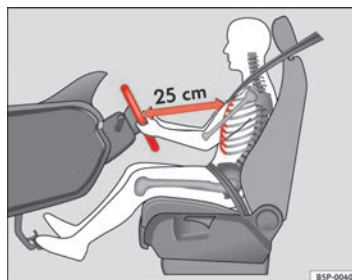

Abb. 115 Die richtige Sitzposition des Fahrers
- Stellen Sie das Lenkrad so ein, bis die gewünschte Einstellung erreicht ist ⇒ Abb. 115.
- Stellen Sie den Fahrersitz oder das Lenkrad so ein, dass der Abstand zwischen Lenkrad und Brustbein mindestens 25 cm beträgt ⇒ Seite 168, Abb. 115. Wenn Sie den Mindestabstand nicht einhalten, kann Sie das Airbag-System nicht schützen – Lebensgefahr!